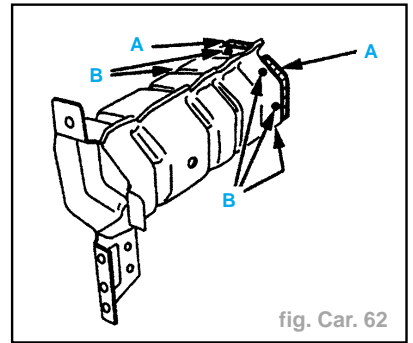

fig. Car. 62
- Réaliser un fourreau (suivant **A**) (fig. Car. 62).